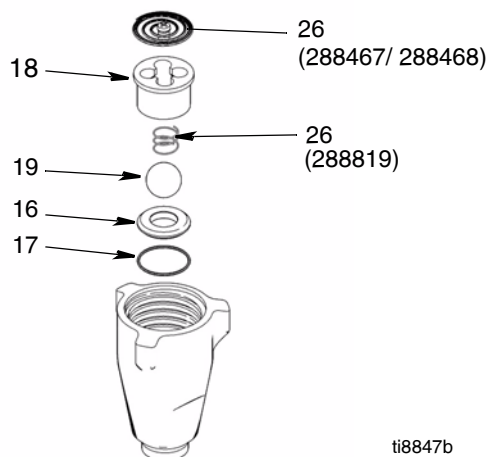

Рис. 16
14. (Рис. 16) Снова соберите впускной клапан с новым уплотнительным кольцом круглого сечения (17), седлом (16) и шариком (19). Седло можно перевернуть и использовать другой стороной. Тщательно очистите седло.